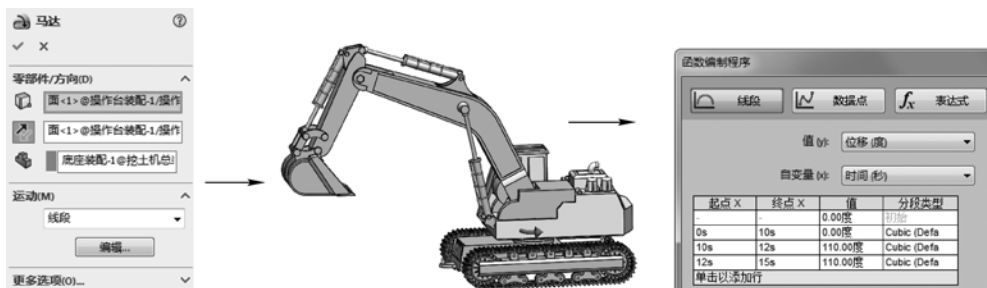

图 5-19 添加旋转马达并定义马达线段
STEP 2 单击操控面板工具栏中的“马达”按钮，选择操作台底部的圆柱面作为马达位置，选择“底座装配”为马达要相对移动的零部件，如图 5-19 左图和中图所示。然后在“运动”卷展栏的下拉列表中选择“线段”下拉列表项，在打开的“函数编制程序”对话框中，输入如图 5-19 右图所示数据，添加一旋转马达。